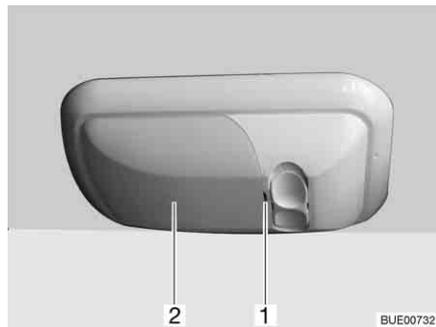

Fig. 280 Lámpara de garaje
- Sacar la tapa (Fig. 280,2) con cuidado, haciendo palanca en la muesca (Fig. 280,1) con una herramienta apropiada (p. ej. destornillador) y retirarla.